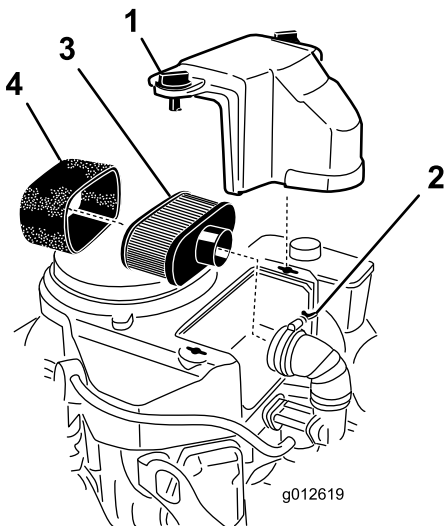

Figura 39
3. Limpie alrededor del limpiador de aire de forma que la suciedad no penetre en el motor y cause daños (Figura 39).
4. Desenrosque los pomos de la cubierta y retire la cubierta del limpiador de aire (Figura 39).
5. Desenrosque la abrazadera y retire el conjunto del limpiador de aire (Figura 39).
6. Retire cuidadosamente el filtro de gomaespuma del filtro de papel (Figura 39).
1. Limpie el elemento de papel golpeándolo suavemente para eliminar el polvo. Si está muy sucio, cambie el elemento de papel por uno nuevo (Figura 39).
1. Deslice cuidadosamente el filtro de gomaespuma sobre el filtro de papel (Figura 39).
2. Coloque el conjunto del limpiador de aire sobre su base o manguera y sujételo con la abrazadera (Figura 39).
3. Coloque en su posición la cubierta del limpiador de aire y apriete el pomo de la cubierta (Figura 39).